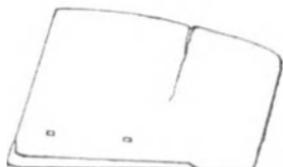

Abb. 76. Beschlag mit Halbmondeisen.
**Beschlag:** Man Sorge für einen planen Auftritt. Erlaubt es der Gebrauch des Pferdes und die Hufform, so ist Barfußgehen sehr zweckmäßig, ebenso der Beschlag mit Halbmonden oder Dreiviertelisen. Der halbe Schenkel muß weiter nach hinten reichen als eine Senkrechte vom Anfang der Hornspalte nach unten gezogen (Abb. 76).